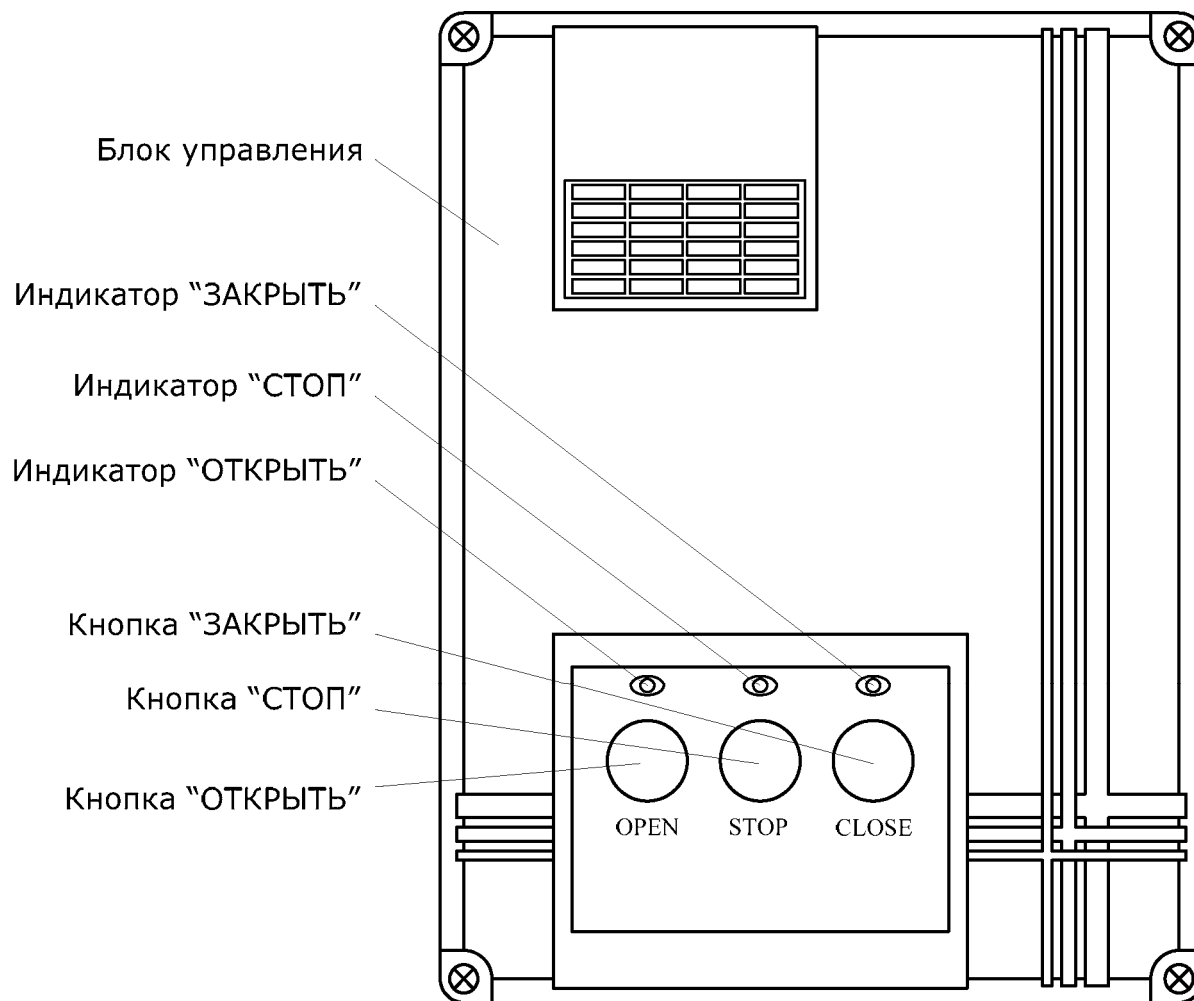

Рис. 8. Панель блока управления
- Сразу при подаче напряжения питания на панели блока управления загорится индикатор “СТОП” (рис. 8). Если индикации нет, отключите шлагбаум и внимательно проверьте все подключения (сверьтесь с разделом «Неисправности и рекомендации по их устранению»).
- Если к шлагбауму подключены фотоэлементы, необходимо проверить приемник (RX). Если индикатор приемника не светиться или моргает, это означает, что сигнала нет или сигнал прерывается из-за неточной регулировки фотоэлементов.
Посредством панели блока управления (рис. 8) обеспечивается индикация состояния шлагбаума и осуществляется управление шлагбаумом.